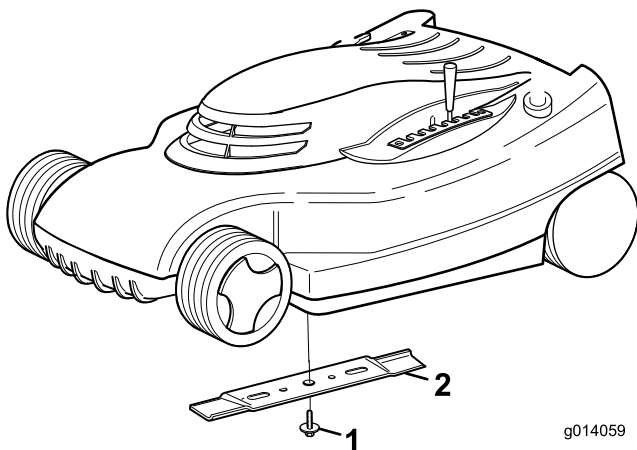

Figure 18
1. Tenez la lame à son extrémité (Figure 18) avec un chiffon ou un gant épais.